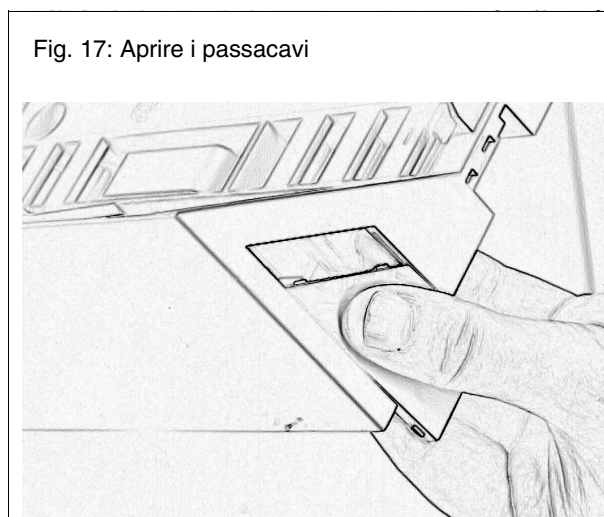

Fig. 17: Aprire i passacavi
1. Sul lato sul quale desiderate fare uscire i cavi, rimuovere la piastrina in plastica dall'apertura. Vedere la Fig. 17.